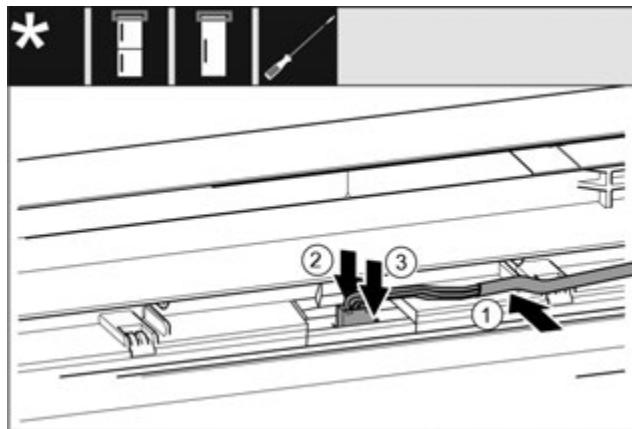

Fig. 44
- Вставте сірий кабель в направляючу в верхніх дверцях. Fig. 44 (1)
- Притисніть фіксувальний виступ назад. Fig. 44 (2)
- Зафіксуйте штекер. Fig. 44 (3)